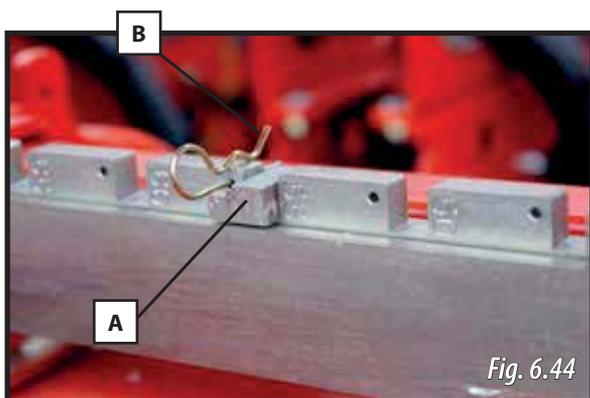

Fig. 6.44
1- Retirez les goupilles (B, Fig. 6.44) des éléments et retirez les butées d'ouverture (A, Fig. 6.44).
- 2- Retirez les goupilles (B, Fig. 6.44) des éléments et retirez les butées d'ouverture (A, Fig. 6.44).